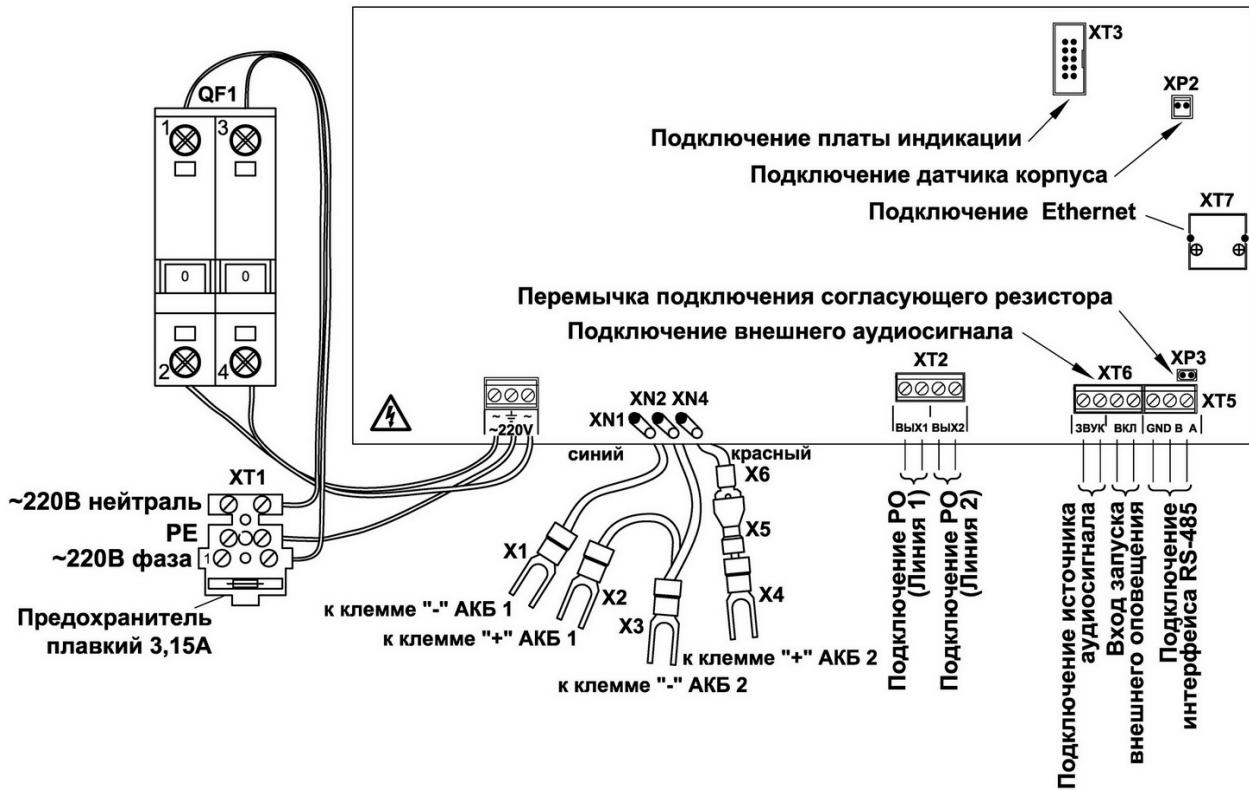

Рисунок 5. Схема подключения модуля.
- 4 Разомкнуть клеммы X5, X6 (Рисунок 5) чтобы полностью отключить модуль, так как при отключении питания ~220 В произойдет переход модуля на питание от РИП.
- 5 Отсоединить клеммы X1-X4 (Рисунок 5) от аккумуляторов в следующем порядке: X1, X2, X3, X4.